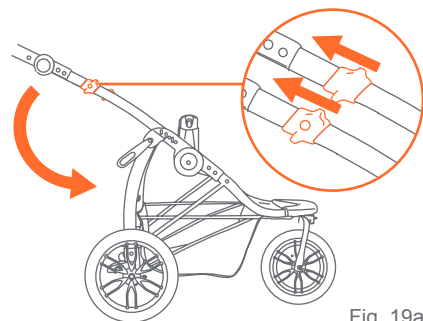
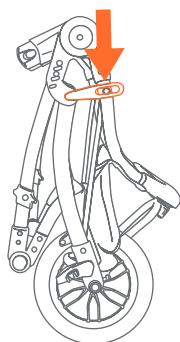

Fig. 19a
Fig. 19b
- Pliez la poussette en tirant les deux leviers de dégagement (Fig. 19a) et poussez la poignée vers le sol. Assurez-vous que les roues avant sont positionnées à plat et pliez ensuite la poussette en bloquant le dispositif de verrouillage situé sur le côté droit de la poussette, sur le rivet (Fig. 19b).